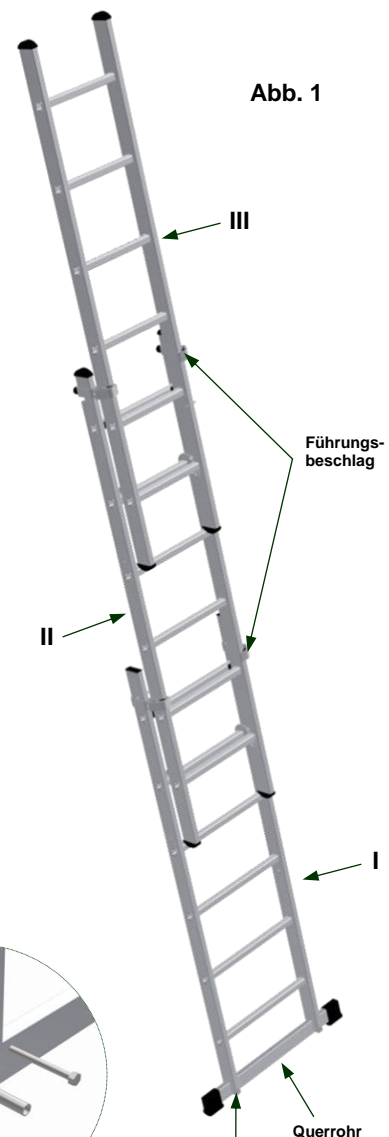

Abb. 1
Prüfen Sie vor allem Belastung, Standsicherheit und Neigungswinkel bei Verwendung als Anlege- oder Schiebeleiter (Abb. 1).
2. Ausschieben der Mehrzweckleiter als Anlegeleiter (Abb. 1)